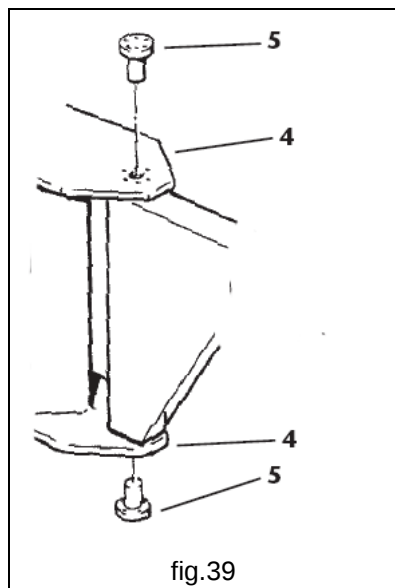

fig.39
3. Introducir el manguito entre las placas **4** hasta hacer coincidir el eje de rotación, del manguito mismo, con el de las placas e introducir los pernos de rotación **5**, después de lubricarlos con grasa (fig.39).